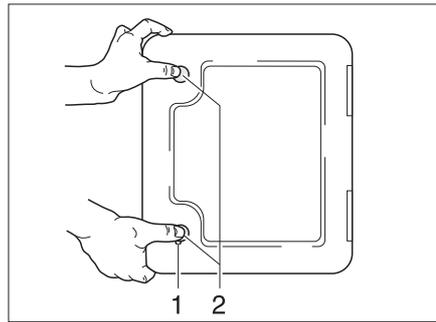

Bild 160 Klappe für Thetford-Kassette
Die Klappe für die Thetford-Kassette (Bild 160) befindet sich außen am Fahrzeug.
- Schlüssel in Schließzylinder des Druckschlusses (Bild 160,1) stecken und eine viertel Umdrehung im Uhrzeigersinn drehen.
- Beide Druckschlösser (Bild 160,2) gleichzeitig mit dem Daumen drücken und die Klappe für die Thetford-Kassette öffnen.